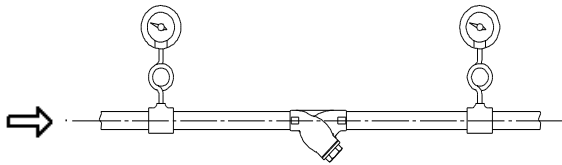

図1
- (1) ストレーナの前後に圧力計を取付けると、差圧による目詰りの状態を知ることができます。(6.1 配管図例 図1参照)
- (2) 取付けは、キャップ又はふた部が下向きになるようにしてください。(6.1 配管図例 図1参照)